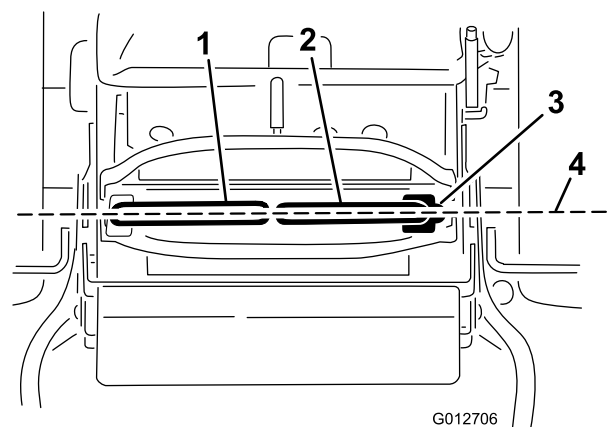

図 70
重要 Eコントロール・レバーの調整が終わったあとは、試運転を行なって走行状態を確認してください。コントロール・レバーの前後整列調整も、同じ手順で行ないます(図 70)。
1. 水平調整が終わったら、両方のコントロール・レバーを前方に少し押し、各リンクの遊びをなくし、その状態で両レバーが前後に揃っているかどうかを点検する(図 70)。